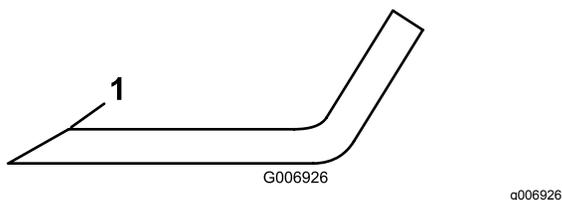

Figura 85
3. Inspeccione los filos de todas las cuchillas. Afílelos si están romos o tienen mellas. Afile únicamente la parte superior del filo y mantenga el ángulo de corte original para asegurar un filo correcto (Figura 85). La cuchilla permanecerá equilibrada si se retira la misma cantidad de metal de ambos bordes de corte.